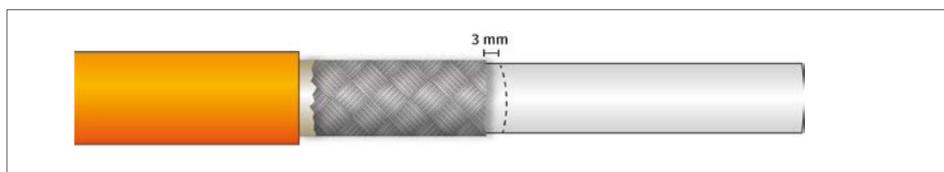

Abb. 7-15: Schritt 4: Markierung auf Innenmantel anbringen
- ☞ Ein 10 mm langes Stück Schrumpfschlauch auf das HV-Stromkabel bis zur Markierung (Abb. 7-15) aufziehen.